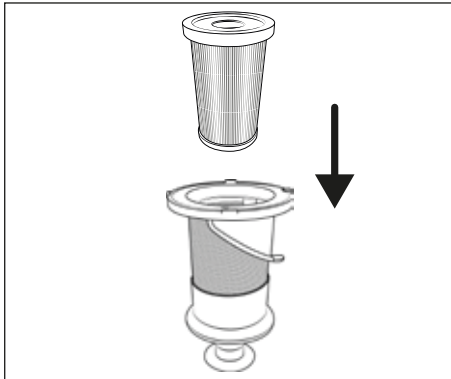

Fig. 22
- 7) Inserte el filtro HEPA **5** en el filtro de acero inoxidable **6** (consulte la fig. 22).